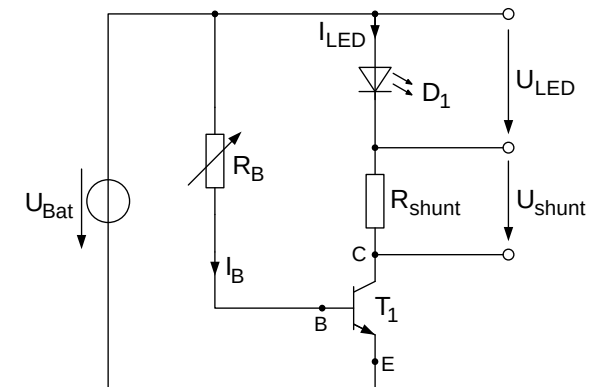

Bild 3.1: Schaltung zur Einstellung des Stromes durch die Diode
Bild 3.1 zeigt die Schaltung, mit welcher der Strom I_{LED} durch die LED mit Hilfe eines veränderbaren Vorwiderstands R_B eingestellt werden soll.
- Zeichnen Sie das Gleichstromersatzschaltbild (GS-ESB) der kompletten in Bild 3.1 dargestellten Schaltung inklusive aller Ströme und Spannungen sowie der Punkte (B,E,C). Zeichnen Sie zusätzlich auch alle Ströme und Spannungen an den Elementen der linearisierten Ersatzschaltbilder von Transistor und Diode ein. Elemente, die vernachlässigt werden können, sind NICHT mit einzuzeichnen.